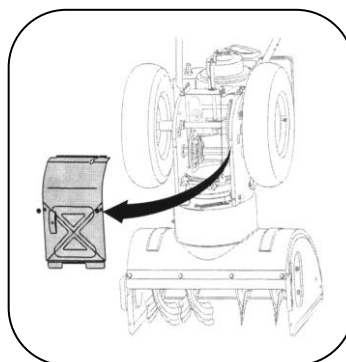

Рисунок 19
2. Аккуратно подайте снегоуборщик вверх и вперёд, чтобы он лег на корпус шнека. Снимите крышку рамы из-под снегоуборщика, удалив четыре самореза крепления крышки (рис. 19).